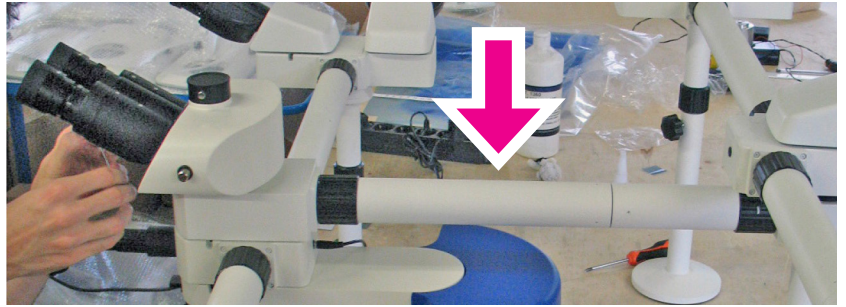
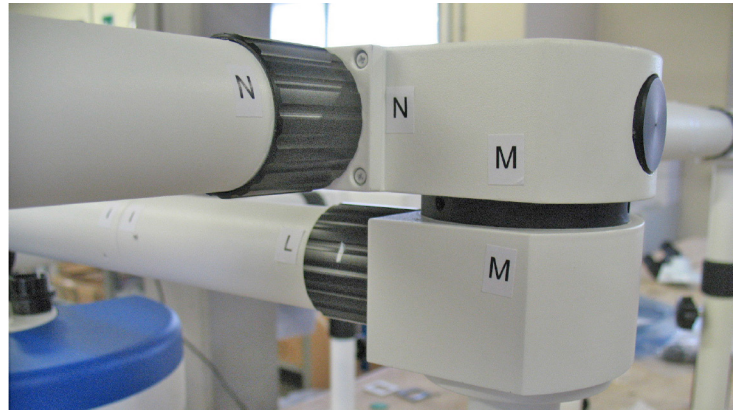

Fig. 11
Fig. 12
2.13 (solo per B-1000Ti-10) collegare il secondo deviatore ottico al di sopra del dispositivo per il puntamento, poi fissare il tubo di estensione stringendo l'anello nero di fissaggio (sempre in corrispondenza delle lettere di riferimento): Fig. 11 e Fig. 12